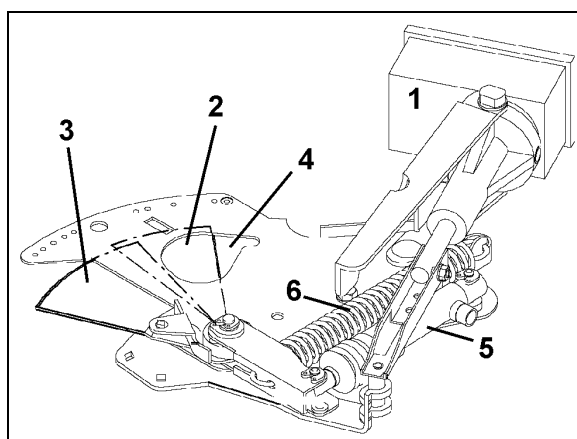

Рис. 16
- посредством электроники, при помощи бортового компьютера. При этом переводимые посредством серводвигателей (Рис. 16/1) дозирующие заслонки (Рис. 16/2) открывают различные выпускные отверстия на различную ширину (Рис. 16/4).
Открытие и закрытие выпускных отверстий производится при помощи двух других шиберных заслонок (Рис. 16/3).
- при помощи гидравлической системы (Рис. 16/5)
- с помощью пружины растяжения (Рис. 16/6)